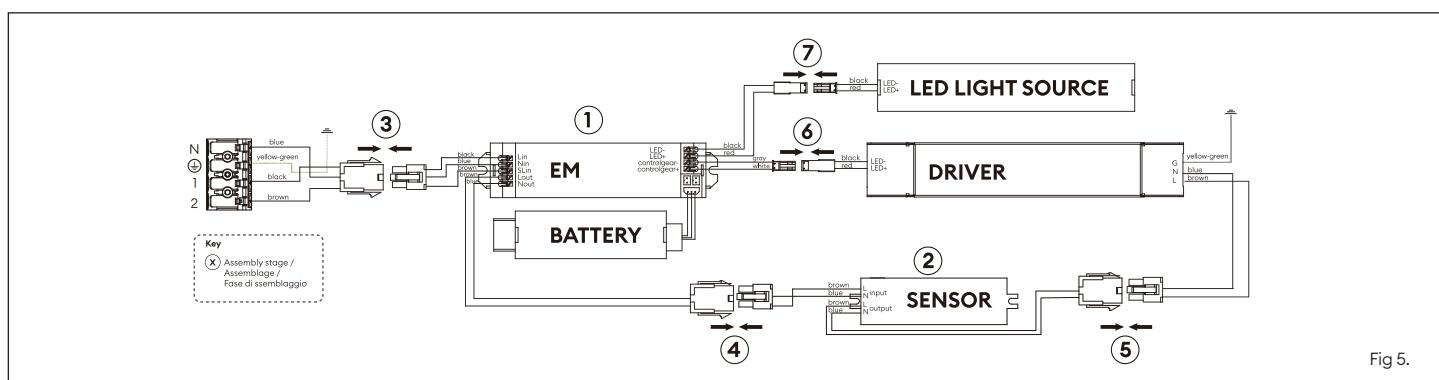

Fig 5.
- Plug in connectors through stages ③-⑦ as shown in fig 5.
- Enfichez les connecteurs selon les étapes ③-⑦ indiquées dans la figure 5.